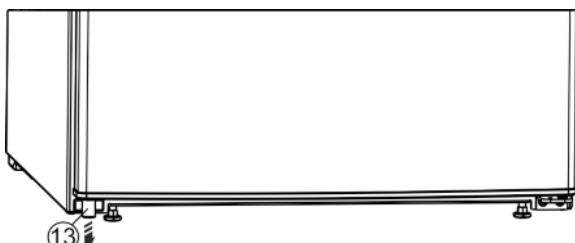

Fig. 4
► Dolje lijevo izvadite razmačnik Fig. 4 (13) iz vrata.